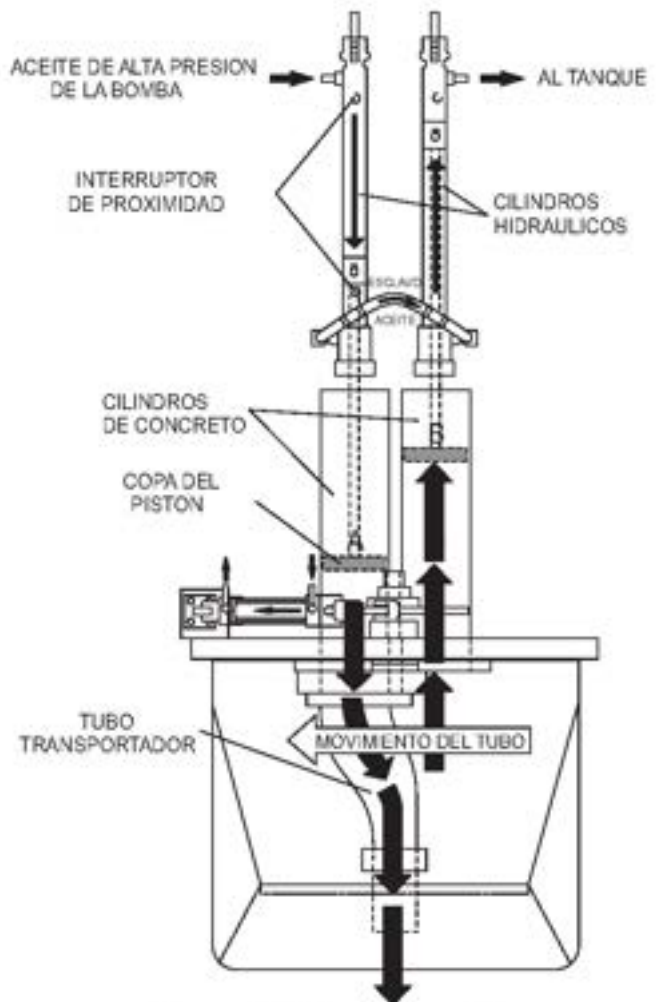

Figura 4. Ciclo de bombeo 2
El tubo transportador cambia en secuencia a cada cilindro de concreto cuando el cilindro impulsor empuja el concreto. Cuando la segunda secuencia del ciclo empieza (Figura 4), el tubo transportador, cambia al cilindro opuesto (A). El pistón hidráulico pasa por debajo del interruptor de proximidad y envía la presión al pistón, causando que empuje y descargue el concreto a la línea de entrega. El aceite hidráulico es transferido a través del circuito esclavo al cilindro B, causándolo que empiece el tiempo de succión, rellenándolo con concreto. La secuencia de bombeo después se repite según la duración de la operación.